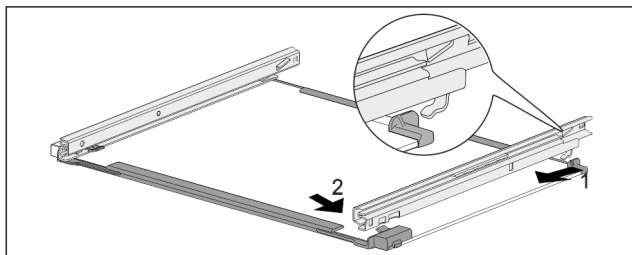

Fig. 68 Стъклена плоча с релси
- ▶ Закачете релсата отзад. Fig. 68 (1)
- ▶ Фиксирайте релсата отпред. Fig. 68 (2)